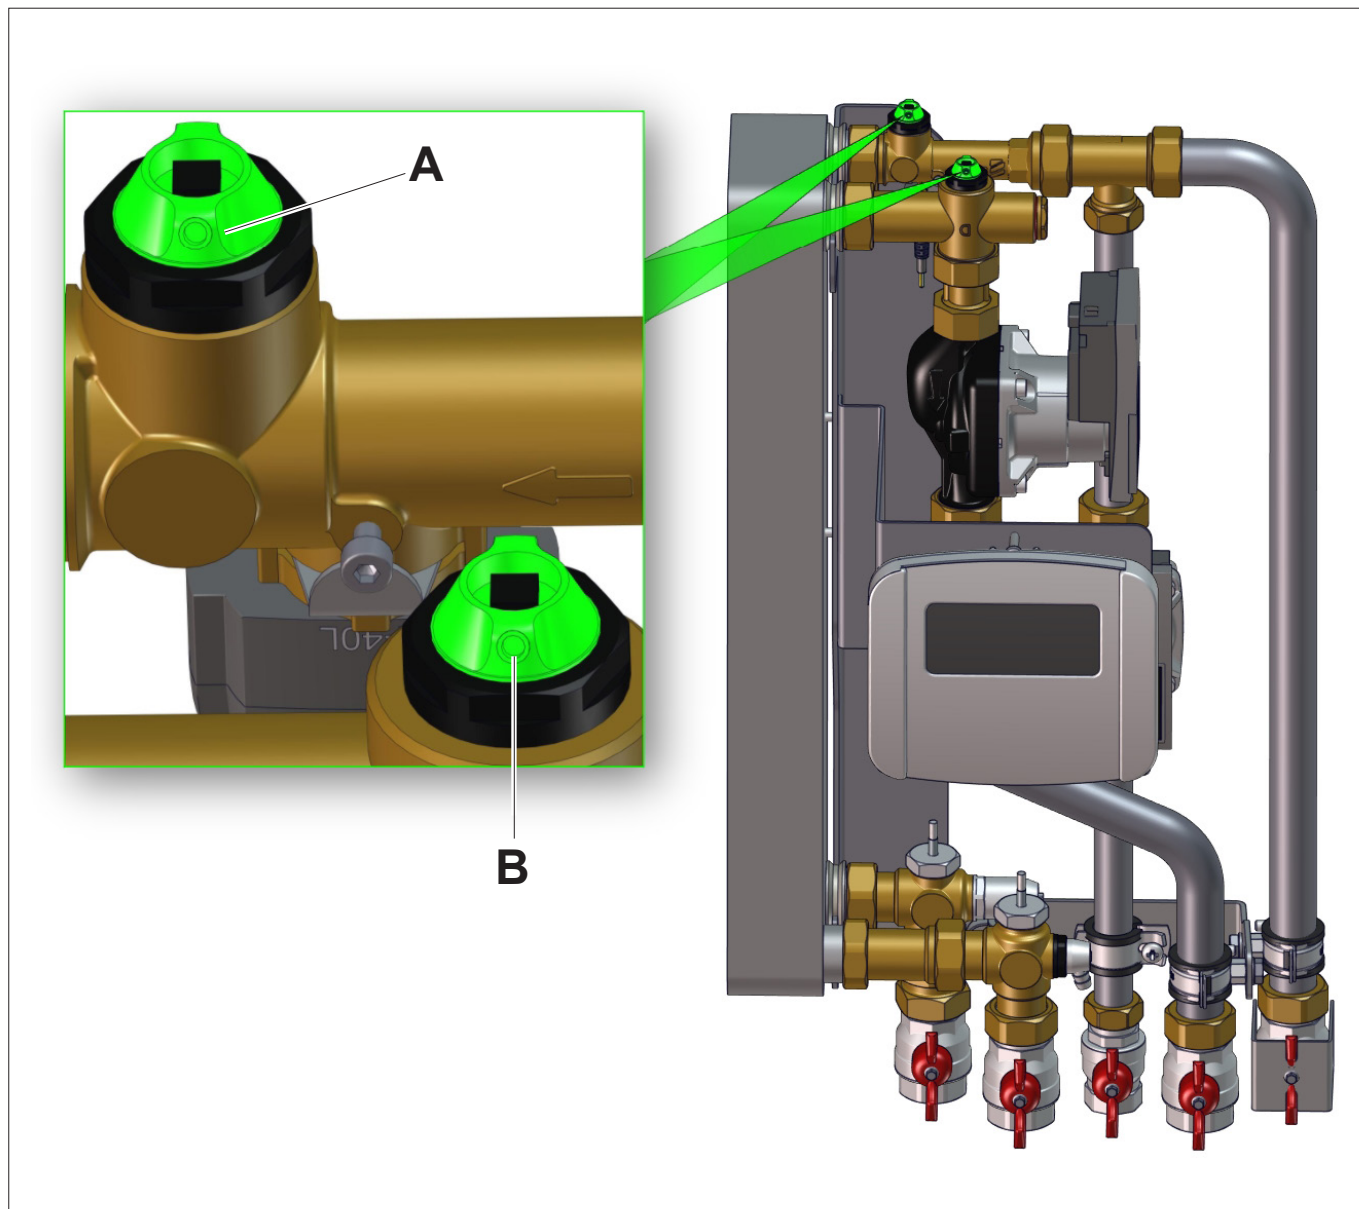

Abb. 7: Entlüftungsventile
- Entlüften Sie den Speicherkreis durch Öffnen des Entlüftungsventils (Pos. B, Abb. 7 auf Seite 14).
- Entlüften Sie die trinkwasserseitigen Leitungen durch Öffnen des Entlüftungsventils (Pos. A , Abb. 7 auf Seite 14).
- Schalten Sie die Trinkwasserseite der Frischwasserstation drucklos (z. B. durch Öffnen des Entlüftungsventils, siehe Abb. 7 auf Seite 14).
- Entlüften Sie die trinkwasserseitigen Leitungen durch Öffnen der Entlüftungsventile (siehe Pos. A , Abb. 7 auf Seite 14).
- Schalten Sie die Frischwasserstation drucklos (z. B. durch Öffnen des Entlüftungsventils, siehe Abb. 7 auf Seite 14).
- Schalten Sie die Frischwasserstation drucklos (z. B. durch Öffnen der Entlüftungsventile, siehe Abb. 7 auf Seite 14).